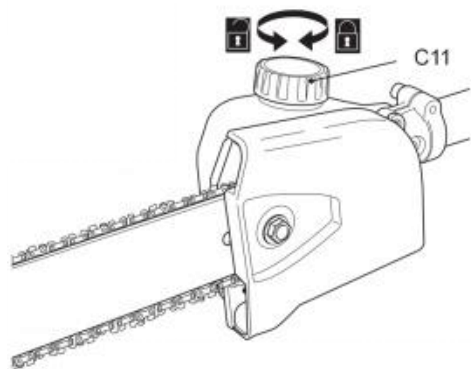

Fig. 16
2) Draai de dop van het olietankje (C11) los en verwijder deze (afbeelding 16). Vul het tankje vervolgens met een geschikt smeermiddel. Wij adviseren het gebruik van milieuvriendelijke kettingolie die speciaal voor dit product is ontwikkeld.